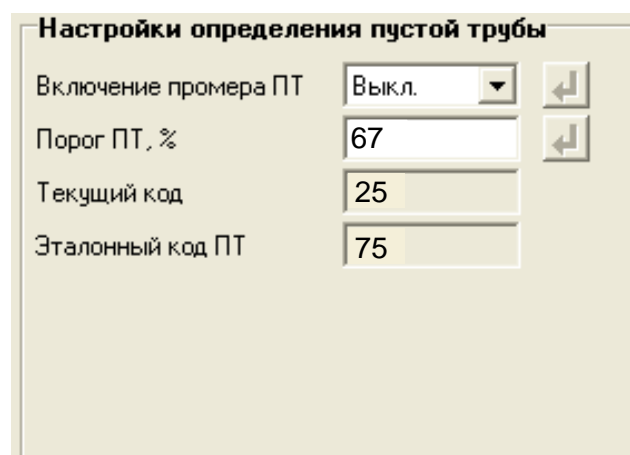

Рис.8. Вид группы «Настройки определения пустой трубы».
- на вкладке **Настройки определения пустой трубы** (см. рис.8) прочитать значение параметра **Эталонный код ПТ** в условных единицах (например, 75) и прочитать значение параметра **Текущий код** в условных единицах (например, 25);